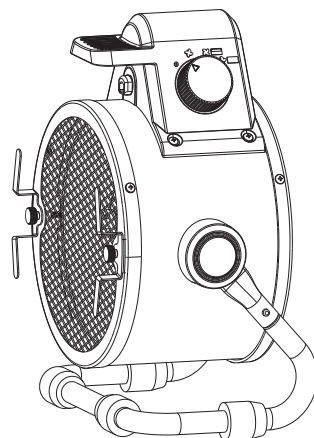

Figura 2
2. Certifique-se de que a montagem do enrolador de cabos está correta, como na figura 2.